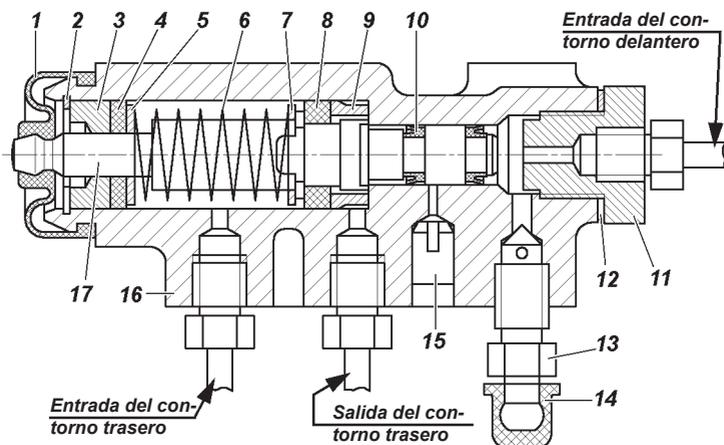

Fig. 9.24 Regulador de presión:
Regulador de presión. En los vehículos equipados con el sistema antibloqueo de frenos viene instalado el regulador de presión (fig. 9.24) que garantiza la distribución uniforme de las fuerzas de frenado entre las ejes del vehículo y no permite que las ruedas traseras queden bloqueadas antes de las delanteras. Durante el mantenimiento controle la capacidad de trabajo del regulador de presión. Limpie el regulador y compruebe que esté bien fijado. Revise que el regulador y los elementos de su accionamiento no presenten roturas, fugas de líquido de freno ni juegos en la unión del apoyo con la palanca elástica y la consola en el puente trasero.
Al pisar el pedal de freno el émbolo 17 (fig. 9.24) del regulador de presión debe salir de la carcasa unos 1,7–2,3 mm. Si el émbolo no se mueve, o su movimiento es demasiado o insuficiente, esto indica que hay defectos en el regulador o en su accionamiento.
3. Enrosque el perno 3 hasta que entre en contacto con la cola del émbolo 17 (fig. 9.24) del regulador.